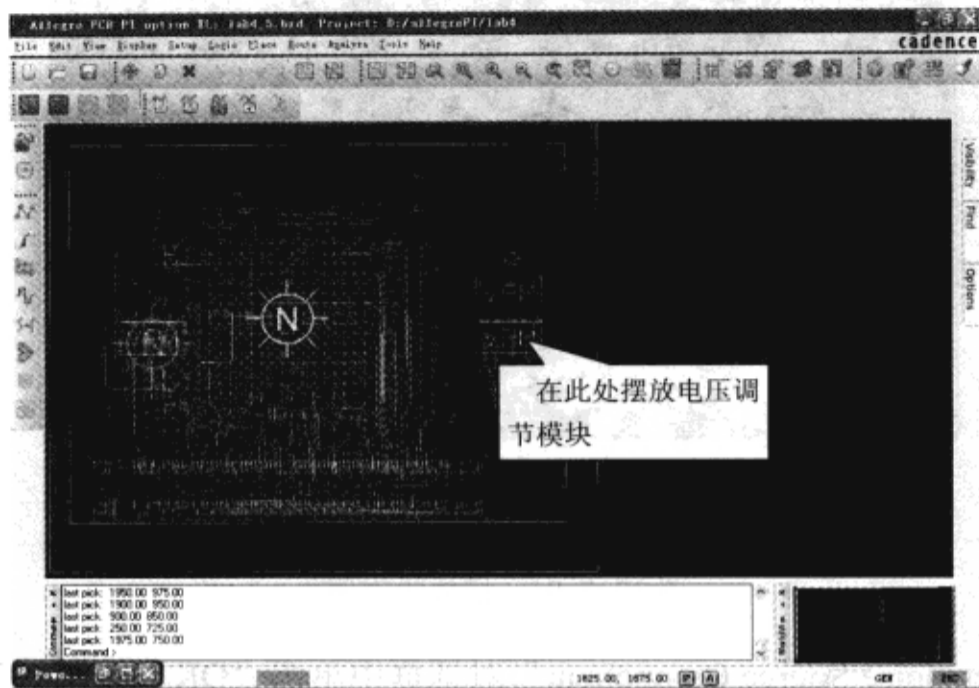

图 10-7-88 摆放电压调节模块
(4) 拖动电压调节模块图标到 PCB 右边的电压调节器，单击鼠标左键，摆放电压调节模块，如图 10-7-88 所示。